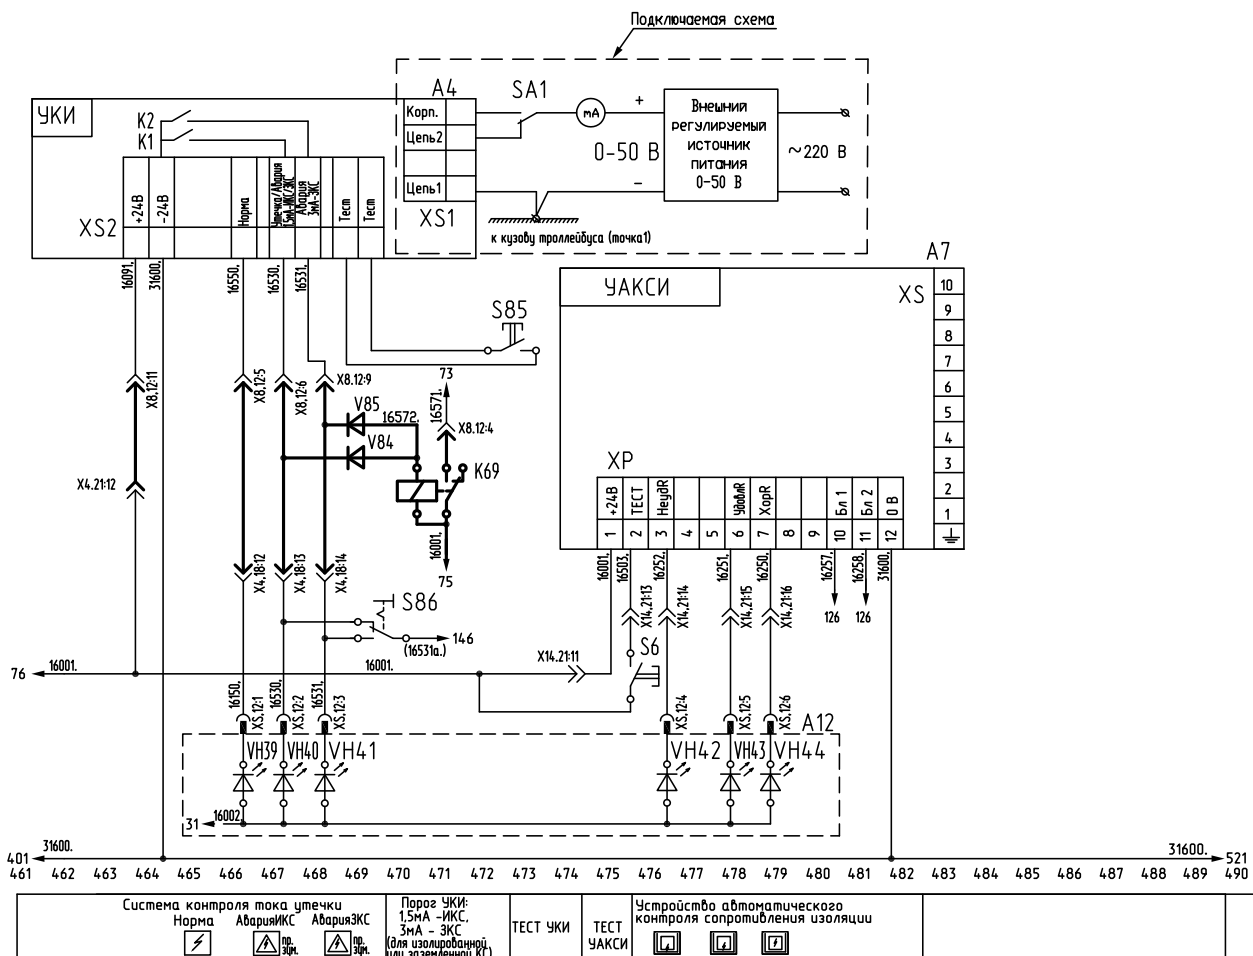

Рисунок 5.2 – Схема проверки:
произойти отключение высоковольтной цепи при открытии дверей троллейбуса (рис. 5.2, И7);
- на блоке токов утечки А4 произвести отключение разъёма питания блока XS2 (адрес 463, рис. 5.2);